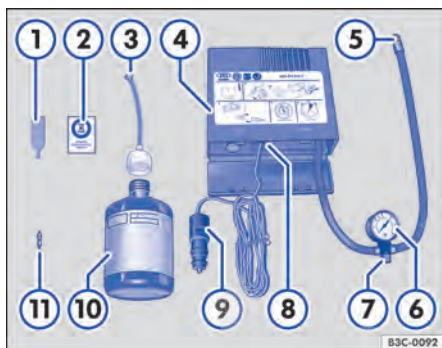

Fig. 265 Representação esquemática: componentes do kit de reparo dos pneus.
O kit de reparo dos pneus encontra-se no compartimento de bagagem sob o revestimento do assoalho. Ele é composto pelos seguintes componentes ⇒ Fig. 265:
12. Colar a etiqueta adesiva ⇒ Fig. 265 ② do kit de reparo dos pneus no campo visual do condutor no painel de instrumentos.
- Com a chave para remoção do elemento da válvula ⇒ Fig. 265 ①, desrosquear o elemento da válvula do pneu e colocá-lo sobre uma superfície limpa.
- Agitar a garrafa de enchimento dos pneus ⇒ Fig. 265 ⑩ algumas vezes com força.
- Rosquear a mangueira de enchimento ⇒ Fig. 265 ③ com firmeza no sentido horário sobre a garrafa de enchimento dos pneus. A película na tampa é perfurada automaticamente.
- Remover a vedação da tampa da mangueira de enchimento com bujão ⇒ Fig. 265 ③ e introduzir a extremidade aberta totalmente na válvula do pneu.
- Rosquear novamente o elemento da válvula com a chave para remoção do elemento da válvula ⇒ Fig. 265 ① na válvula do pneu.
- Rosquear a mangueira de enchimento dos pneus ⇒ Fig. 265 ⑤ do compressor de ar com firmeza na válvula do pneu.
- Verificar se o parafuso de sangria de ar ⇒ Fig. 265 ⑦ está fechado.
- Encaixar o conector do cabo ⇒ Fig. 265 ⑨ em uma tomada 12 V do veículo ⇒ Página 198.
- Ligar o compressor de ar com o interruptor LIGA-DESLIGA ⇒ Fig. 265 ⑧.
- Tempo de funcionamento máximo de 8 minutos** ⇒ ①.
Reconectar a mangueira de enchimento do pneu ⇒ Fig. 265  e ler a pressão de enchimento do pneu no indicador da pressão dos pneus ⇒ Fig. 265 .